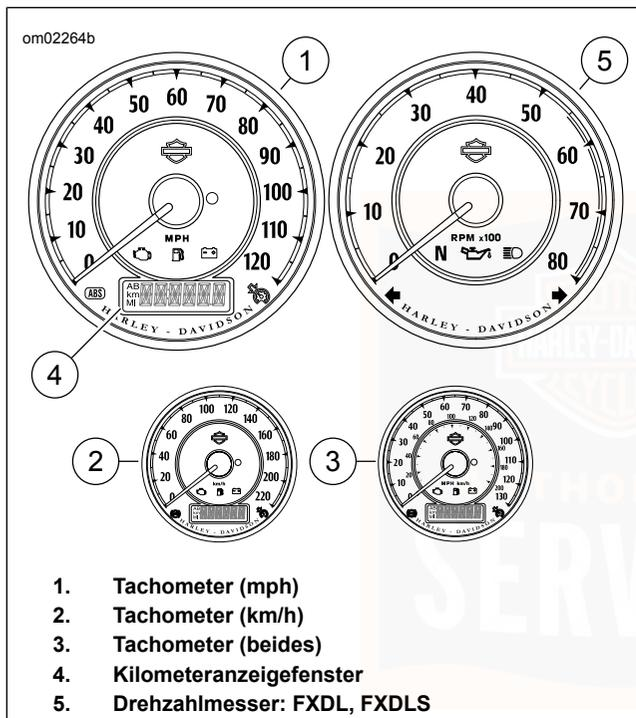

Abbildung 15. Instrumente
Siehe Abbildung 15. Der Tachometer (1) registriert die Geschwindigkeit in Kilometer pro Stunde (nur internationale Modelle) oder Meilen pro Stunde (nur US-Modelle). Für manche Märkte ist der Tachometer für beide Einheiten kalibriert.
- **Alle Modelle außer FXDL, FXDLS:** Siehe Abbildung 15. Die Umdrehungen pro Minute können vom Kilometeranzeigefenster (3) abgelesen werden.
- **FXDL, FXDLS:** Siehe Abbildung 15. Ein separater analoger Drehzahlmesser (2) zeigt die Motordrehzahl an.
Siehe Abbildung 15. Drückt man den Tageskilometerschalter, wird die Kilometerzähleranzeige aktiviert. Die Stellung des Zündschalters spielt dabei keine Rolle.